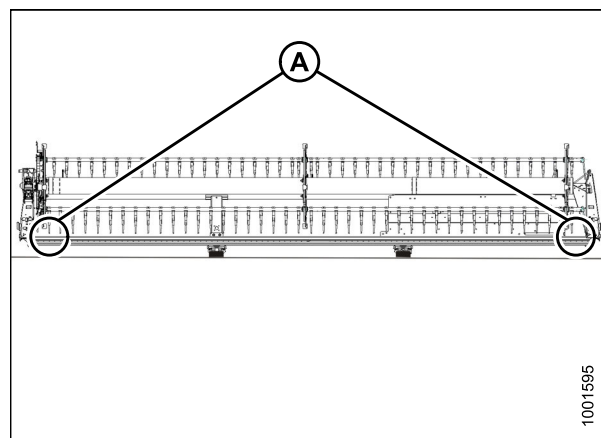

Рисунок 4.262: Расположение точек замера на гибкой жатке FlexDraper® — одинарное мотовило
- Жатки с одинарным мотовилом: Рис. 4.262, страница 449